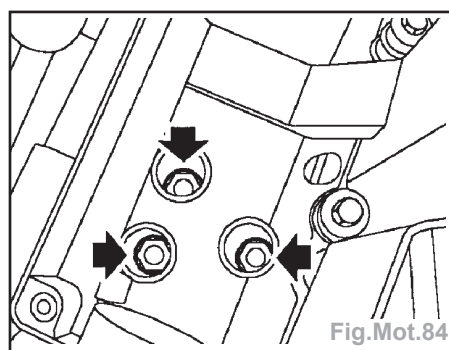

Fig.Mot.84
- Avec un aide, enlever les 3 boulons et le turbocompresseur. Jeter le joint (Fig. Mot.84).